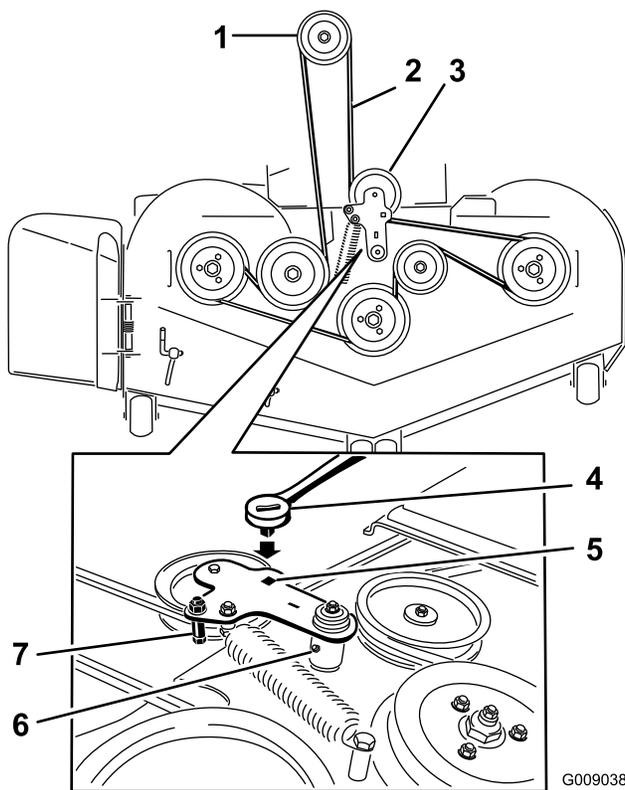

Figura 105
- Sollevate la bacinella e inserite il cricchetto nel foro quadrato del tendicinghia del piatto di taglio (Figura 105).
- Ruotate il tendicinghia del piatto di carico in senso orario e togliete la cinghia del tosaerba (Figura 105).